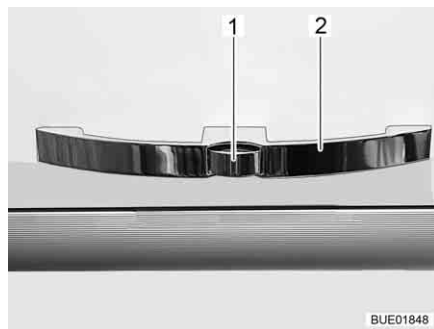

Bild 39 Möbelklappe mit Griff (Beispiel)
- Den Entriegelungsknopf (Bild 39,1) am Griff (Bild 39,2) drücken und gedrückt halten.